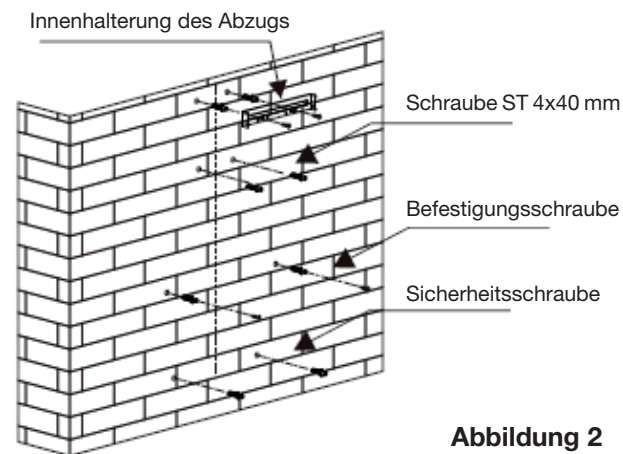

Abbildung 2
2. Nachdem Sie die Höhe des Geräts festgelegt haben, verwenden Sie die Innenhalterung des Abzugs, um die Position der Löcher zu markieren, die für die Wandmontage der Haube und ihrer Halterung verwendet werden. Bohren Sie 8 Löcher mit einem Durchmesser von 8 mm und setzen Sie die Dübel ein. Überprüfen Sie regelmäßig mit einer Wasserwaage, ob die Halterung waagrecht ist. Die Position der Innenhalterung des Abzugs entspricht der höchsten Stelle des Abzugs (**Abbildung 2**).
3. Befestigen Sie 2 Schrauben (4 x 30 mm) mit Dübeln in der Wand. Die Befestigungsschrauben müssen 3 bis 5 mm aus der Wand herausragen, damit die Dunstabzugshaube aufgehängt werden kann. Befestigen Sie anschließend die Halterung für den Innenabzug mit zwei Schrauben \varnothing 4 mm x 40 mm (**Abbildung 2**).